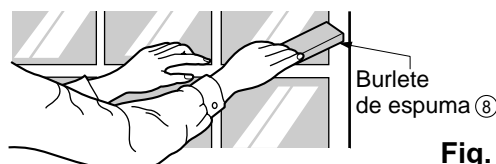

Fig. 8
11. Corte el burlete de espuma ⑧ en el largo adecuado e insértelo entre la hoja superior de la ventana y en la hoja inferior de la misma. (ver Fig. 8)